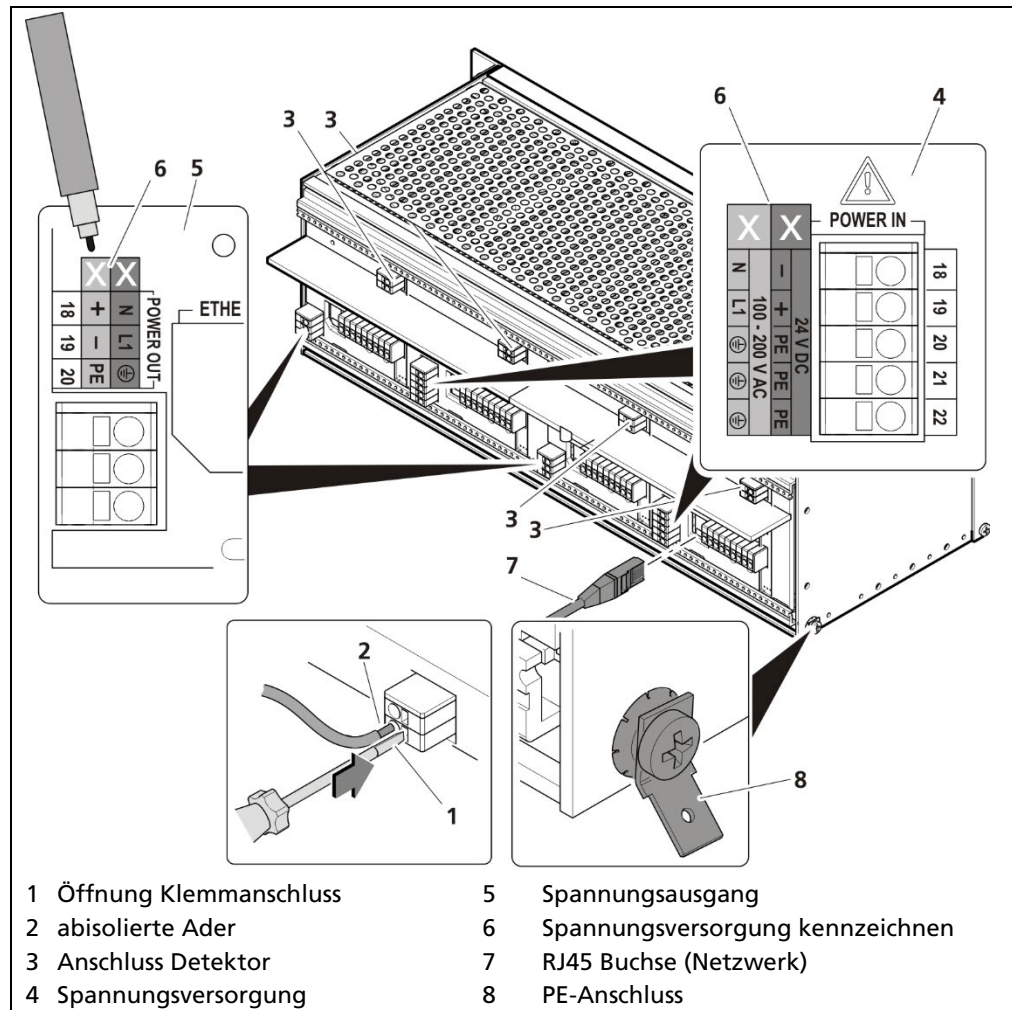

Abb. 19 Elektrischer Anschluss im 19" Baugruppenträger
Vor der Erstinbetriebnahme muss der Spannungsbereich (Abb. 19, Pos.8) an allen Eingangs – und Ausgangsklemmen dauerhaft und chemikalienbeständig gekennzeichnet werden!
Für die Variante zur Installation von jeweils einer Master AWE mit 3 Slave-Modulen wird 2-mal die Anschlussplatine Master/Slave (Abb. 19, Pos.2) verwendet.
Für die Variante zur Installation von 4 Master-AWEs wird 2-mal die Anschlussplatine Master/Master (Abb. 19, Pos.1) verwendet.
Es darf nur die Spannung des gekennzeichneten Bereichs (Abb. 19, Pos.6) angelegt werden!
2. Kennzeichnen Sie den Spannungsbereich dauerhaft und chemikalienbeständig (Abb. 19, Pos.8).
4. Öffnen Sie mit einem Betätigungswerkzeug (Schlitz-Schraubendreher) den Klemmanschluss (Abb. 19, Pos.1) und führen Sie die abisolierte Ader (min. 8mm) (Abb. 19, Pos.2) ein. Durch Herausziehen des Betätigungswerkzeuges wird der Klemmanschluss geschlossen. An die Klemmen können folgende flexible Adern angeschlossen werden:
5. Stecken Sie den Netzwerkstecker in die RJ45 Buchse (Abb. 19, Pos.7) (optional).
6. Überprüfen sie den korrekten Anschluss der PE-Leitung (Abb. 19, Pos.8).